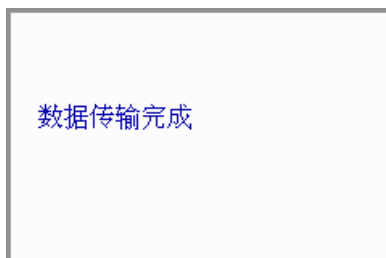

图 3.12 选中工程的数据传输完毕
- 6) 系统开始传输数据，并显示正在传输的构件名称，该工程所有数据传输完后，显示提示对话框，如图 3.12 所示；